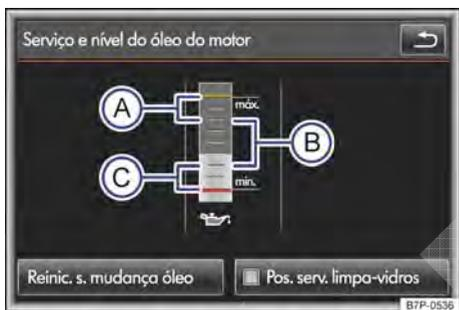

Fig. 257 Display do sistema Infotainment: indicação do nível do óleo do motor.
Em caso de alta demanda do motor, o nível do óleo do motor deve estar na faixa permitida → Fig. 257 🕒, como, por exemplo, em longas
Legenda para Fig. 257:
3. O veículo **não** possui uma vareta de medição do óleo no compartimento do motor. O atual nível do óleo do motor pode ser exibido no display do sistema Infotainment da seguinte maneira → Fig. 257:
4. Ações necessárias após a leitura do nível do óleo do motor → Fig. 257:
10. Verificar novamente o nível do óleo do motor no display do sistema Infotainment antes de reabastecer mais uma pequena quantidade de óleo do motor. Nunca reabastecer com óleo do motor em excesso → ①.
11. Ao final do processo de reabastecimento, o nível do óleo do motor deve se situar no mínimo no meio da faixa → Fig. 257 ②. Ele não deve estar acima de ②, na faixa ① e não deve estar na faixa acima de ① → ①.
12. Se, por descuido, tiver sido reabastecido excesso de óleo do motor e se, depois disso, o nível do óleo do motor se encontrar acima da faixa → Fig. 257 ①, **não dar a partida no motor**. Notificar uma empresa especializada e, se necessário, procurar imediatamente auxílio técnico especializado.
No display do sistema Infotainment, além do nível do óleo do motor → Fig. 257, também são exibidas as mensagens de serviço. Após a correção do nível do óleo, a mensagem de serviço se atualiza após aproximadamente 5 dias ou a partir de 500 km. Até então aparecerá no display do sistema Infotainment **Troca de óleo: em --- km / --- dias**.
- Se, por descuido, tiver sido reabastecido excesso de óleo do motor e se, depois disso, o nível do óleo do motor se encontrar acima da faixa → Fig. 257 ①, não dar a partida no motor. Notificar uma empresa especializada e, se necessário, procurar auxílio técnico especializado. Caso contrário, o catalisador e o motor podem ser danificados!
🌿 O nível do óleo do motor não deve se situar acima da faixa → Fig. 257 ①. Caso contrário, o óleo pode ser aspirado pela ventilação do cárter e chegar à atmosfera por meio do sistema de escape. ◀